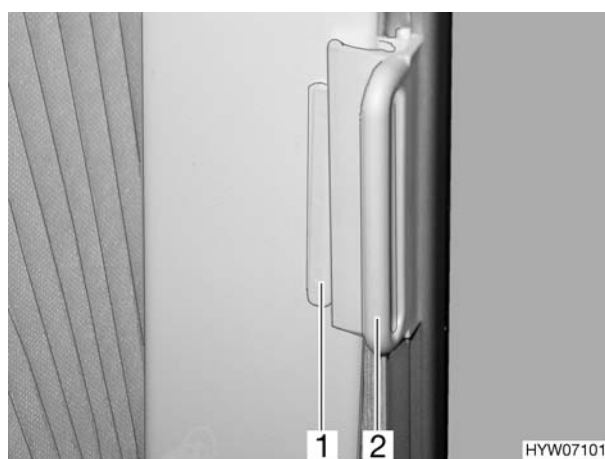

Fig. 27 Tendina oscurante pieghevole, aperta
- Aprire le tendine oscuranti pieghevoli per il finestrino del guidatore e del passeggero e spingerle nell'impugnatura della guida degli oscuranti (Fig. 27,2) sul sopralzo (Fig. 27,1).